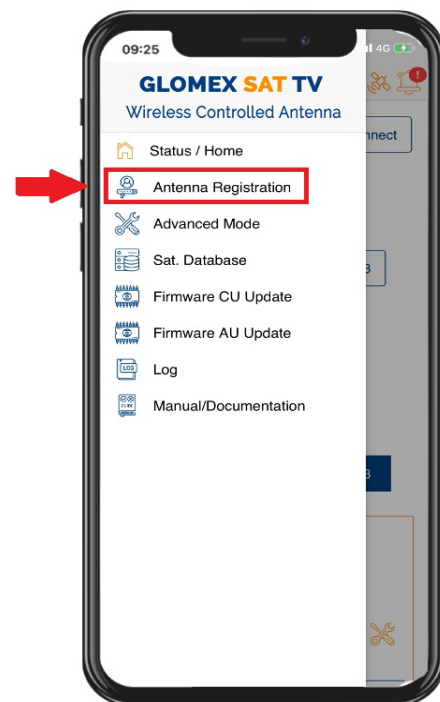

Fig. 34
- Cliccare su "Registrazione Antenna" (**Fig. 34**).